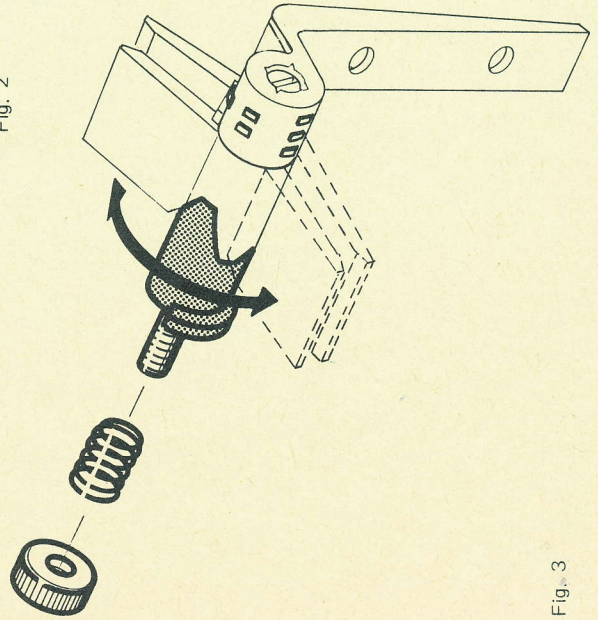

Fig. 3
- III schräger Betrieb. (Fig. 3).